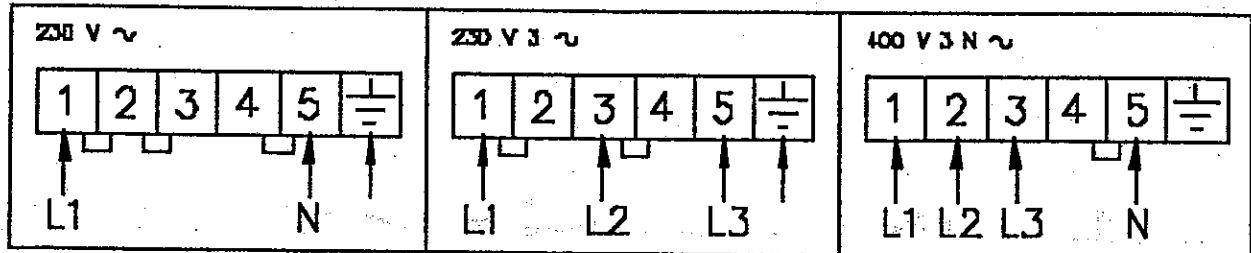

Fig. 6
1) Vermogensvoeding (zie fig. 6)
- schakeling zie fig. 6